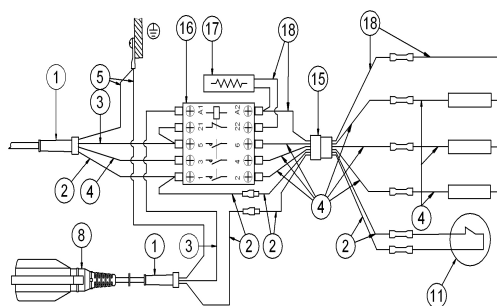

Fig.1
- Rispettare la corrispondenza dei colori di Fig.1.